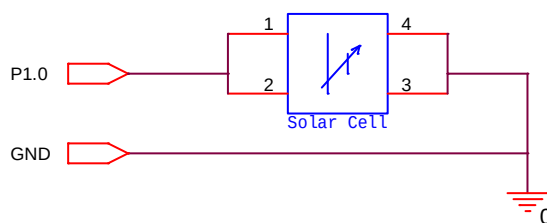

Fig. 3.2.1. Modulul de intrare
- o schema modului este prezentata in Fig. 3.2.1.